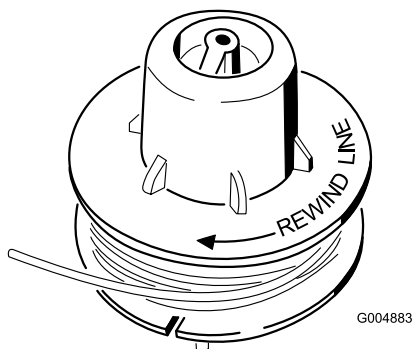

Figure 8
- B. Enroulez le fil dans le sens de la flèche figurant sur la bobine, en rangs réguliers entre les rebords de la bobine (Figure 8).